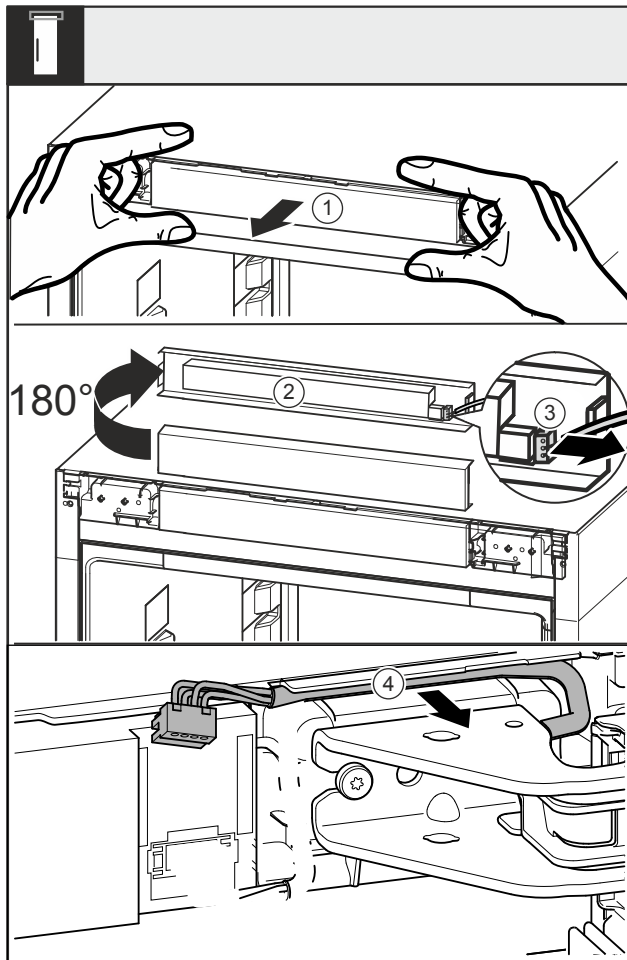

Fig. 16
- ▶ Ослабте панель Fig. 16 (1) у напрямку вперед.
- ▶ Поверніть панель Fig. 16 (2) вгору на 180°.
- ▶ Притисніть фіксувальний виступ на штекері Fig. 16 (3) вниз та обережно витягніть штекер.
- ▶ Від'єднайте кабель Fig. 16 (4) над опорним кронштейном від направляючої.